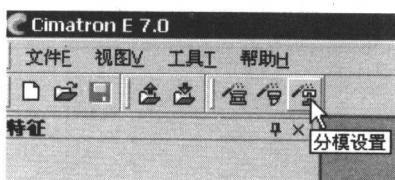

图 2-1
- ◆ 在初始界面上单击分模设置图标 ，如图 2-1 所示。